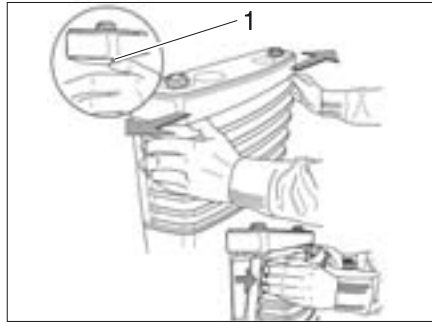

Bild 103 Heizungsverkleidung abnehmen
- Heizungsverkleidung abnehmen. Dazu die Verschlussfedern (Bild 103,1) seitlich nach außen drücken, Verkleidung nach vorn schwenken und aus den unteren Lagern heben.